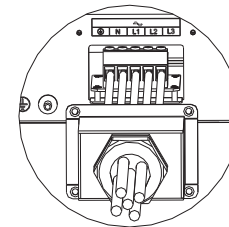

图4.2
2、将电缆线穿过防护壳，并分别连接到相应的通道，拧紧各端的螺丝，如下图4.2所示：